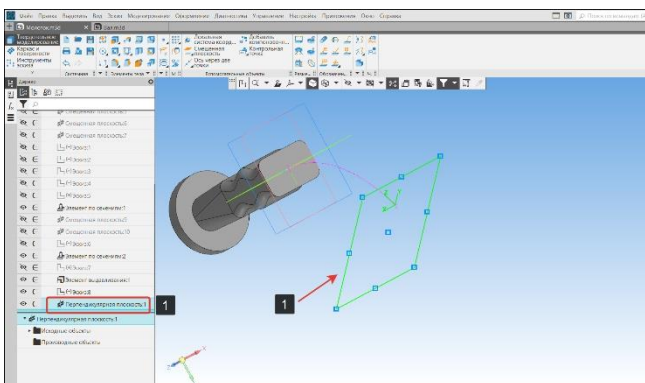

Рисунок 158 – Выбор плоскости для построения эскиза
- На построенной плоскости (1) создадим эскиз (Рисунок 158);